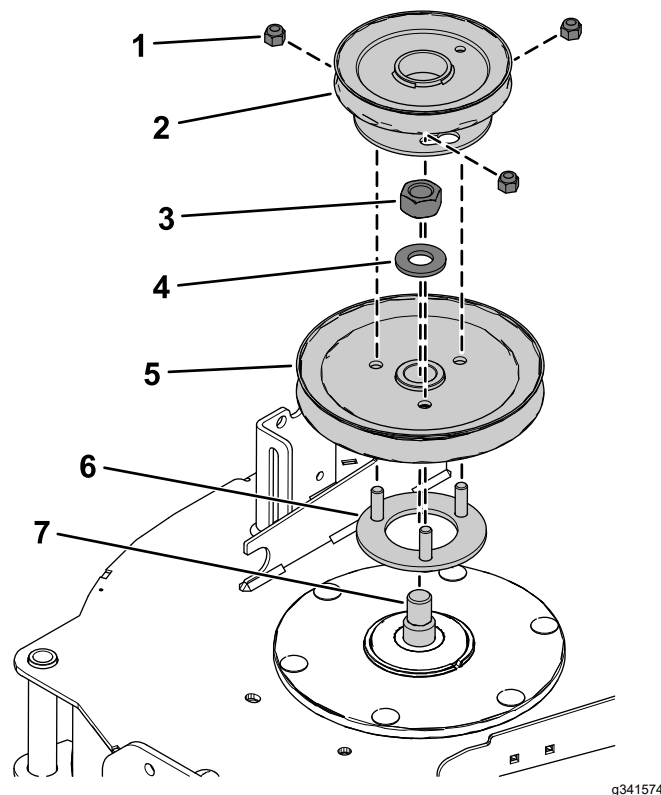

Figure 22
4. Insérez les goujons filetés du support de poulie dans les trous de la poulie du tablier (Figure 22).
5. Fixez la poulie du tablier sur l'axe de pivot à l'aide de l'écrou hexagonal ($\frac{3}{4}$ po) et de la rondelle retirés précédemment (Figure 22).
7. Placez la poulie de ventilateur sur les goujons filetés et vissez légèrement les 3 contre-écrous ($\frac{3}{8}$ po), comme montré à la (Figure 22).